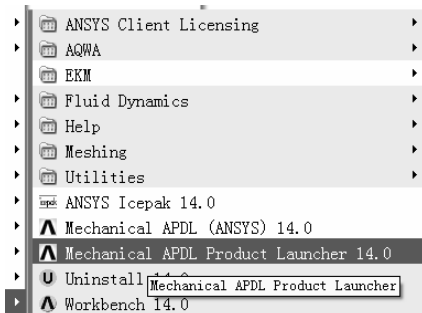

图 7-15 “Mechanical APDL Product Launcher 14.0”图标
(1) 在“开始”菜单中指向“ANSYS 14.0”文件夹, 出现“Mechanical APDL Product Launcher 14.0”图标(见图 7-15)。单击“Mechanical APDL Product Launcher 14.0”图标, 弹出“14.0: ANSYS Mechanical APDL Product Launcher [Profile:***La...]”窗口。